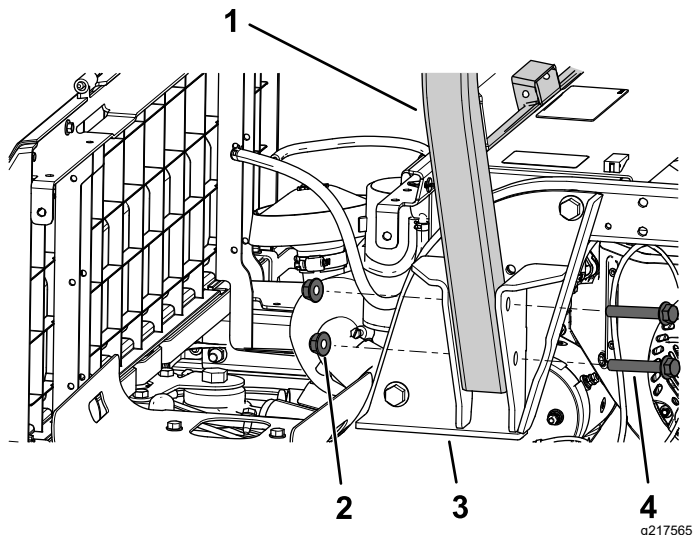

Figura 26
1. Prenda um lado da barra de segurança a um suporte do ROPS com 2 parafusos com cabeça flangeada ($\frac{1}{2}$ x 3 $\frac{1}{2}$ pol.) e 2 porcas de bloqueio ($\frac{1}{2}$ pol.), como se mostra na Figura 26.